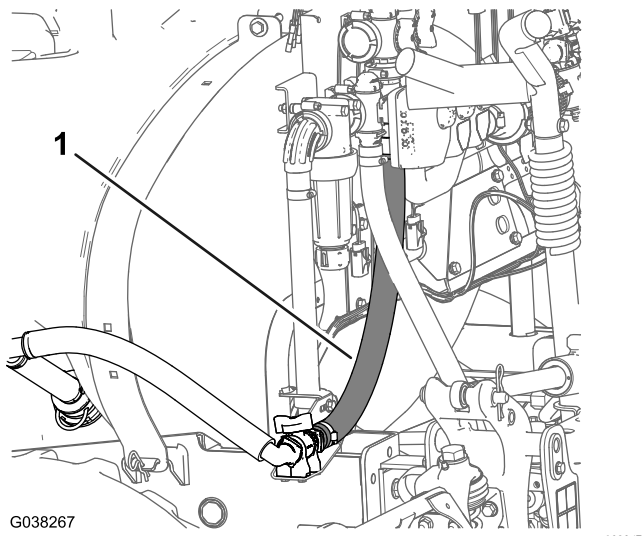

Figure 67
2. Acheminez le flexible vers le régulateur d'agitation (Figure 67).
3. Fixez le raccord rapide (cannelé droit) du flexible d'alimentation d'agitation au raccord rapide du régulateur d'agitation avec l'étrier fourni avec le flexible (Figure 67).